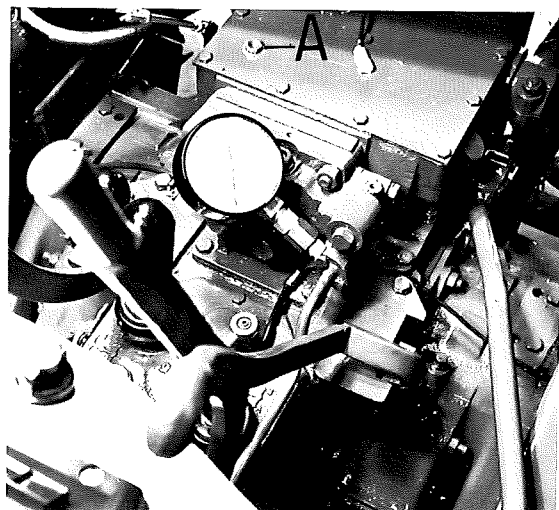

Fig. 209 - Contrôle du tarage de la soupape de surpression à l'aide du raccord 5.9030.471.0 et du manomètre 5.9030.274.0.
- Fixer le raccord 5.9030.471.0 avec le manomètre 5.9030.274.0 comme indiqué à la fig. 209;
- Porter de levier de relevage dans la position la plus haute de son secteur, dévisser lentement la vis de réglage (A) jusqu'à faire décharger la soupape de surpression.